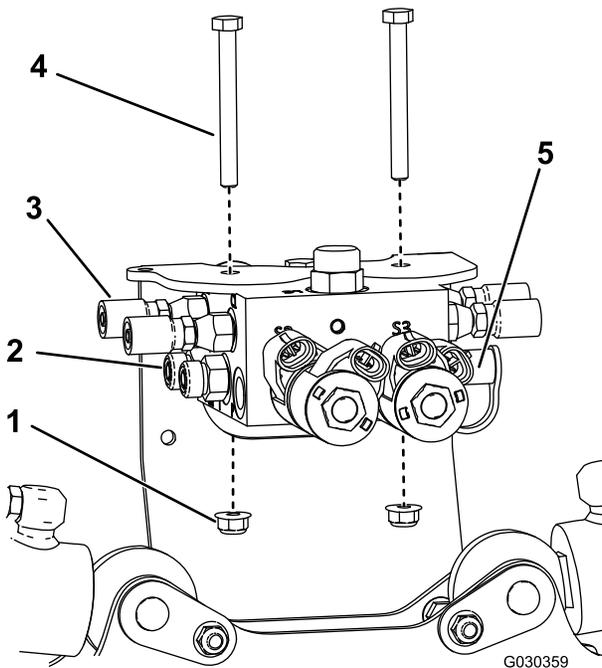

Bild 5
- Befestigen Sie die Hydraulikanschlussstücke in den Anschlüssen C1 bis C4 im neuen Hydraulikverteilerblock (Bild 5).
- Befestigen Sie die zwei Hydraulikanschlüsse und den Messgerätanschluss am neuen Hydraulikverteilerblock (Bild 5).
- Befestigen Sie den neuen Hydraulikverteilerblock mit den zwei vorher entfernten Schrauben (5/16" x 3") und zwei Sicherungsmuttern (5/16") an der Ventilbefestigungshalterung (Bild 5).